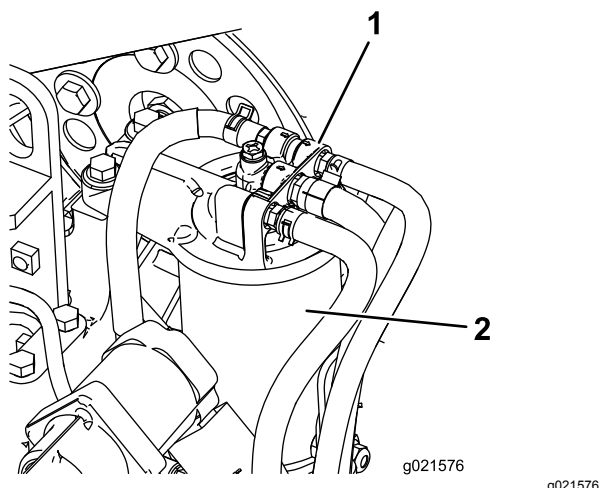

Figura 61
1. Pulite le superfici circostanti la testa del filtro del carburante (Figura 61).
2. Togliete il filtro e pulite la superficie di montaggio della testa del filtro (Figura 61).